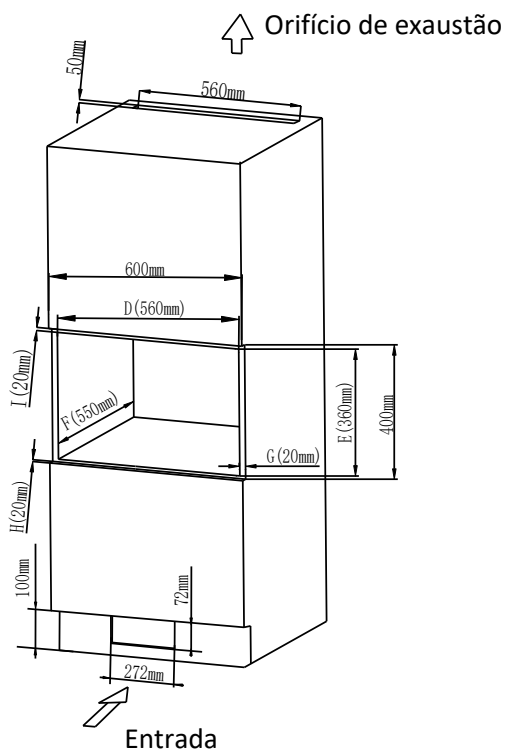

Fig.5
- Tamanho do produto: (A)385x(L)595x(P)377(mm)
- Tamanho da abertura: (D)560±2 x (E)360±2 x (F)550±2 (mm) como mostrado na Fig.5 “D”, “E”, “F”.